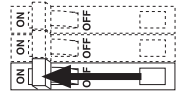

Figure 2
- Installez l'habillage / le module de DEL (**Figure 2**) en comprimant les clips de l'habillage et en poussant l'habillage dans l'ouverture jusqu'à ce que les clips s'enclenchent de chaque côté du boîtier. Utilisez un chiffon humide pour nettoyer l'habillage/la lentille.
- Remplacez l'habillage / le module de DEL (**Figure 2**) en comprimant les clips de l'habillage et en poussant l'habillage dans l'ouverture jusqu'à ce que les clips s'enclenchent de chaque côté du boîtier. Utilisez un chiffon humide pour nettoyer l'habillage/la lentille.